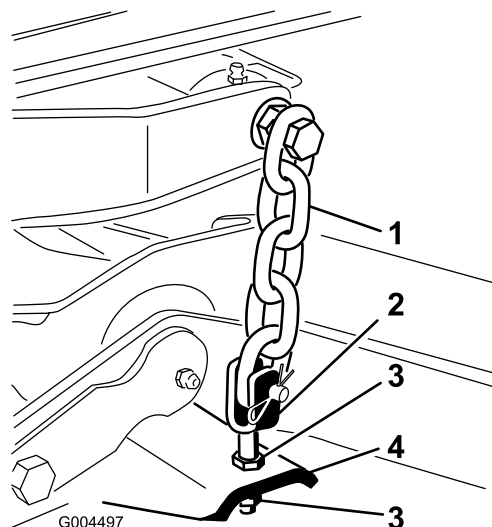

Figura 78
7. Regolate i controdadi che fissano le forcelle/catene della scocca al piatto di taglio, finché il passo della lama non è di 8 mm (Figura 78).